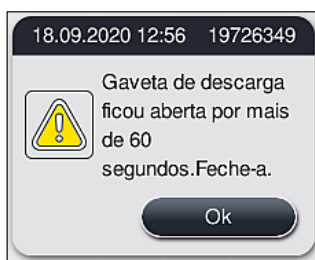

Fig. 91
- O usuário recebe uma mensagem de informações (→ "Fig. 91") se a gaveta de descarga for aberta por um período superior a 60 segundos.